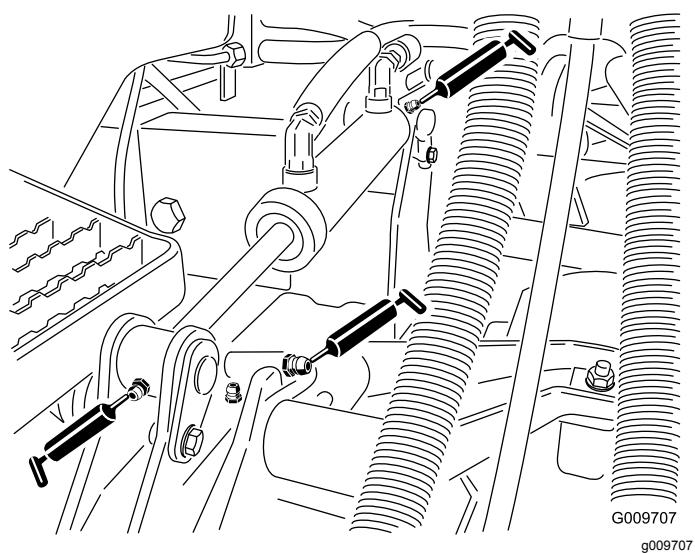

Figure 46
- Bagues de vérin de levage (2 par plateau) (Figure 46).